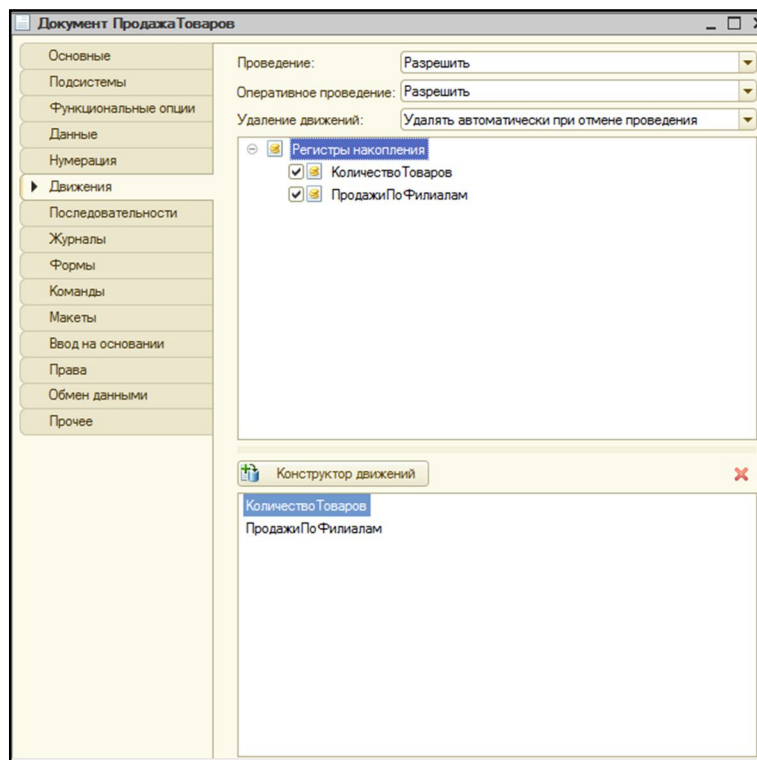

Рис. 57. Организация движения учета по двум регистрам у документа «ПродажаТоваров»
- 4) для организации движения в документе «ПродажаТоваров» сразу по двум регистрам «КоличествоТоваров» и «ПродажиПоФилиалам» на вкладке «Движение» в окне «Регистры накопления» установить флажок для второго регистра – «ПродажиПоФилиалам» (рис. 57);